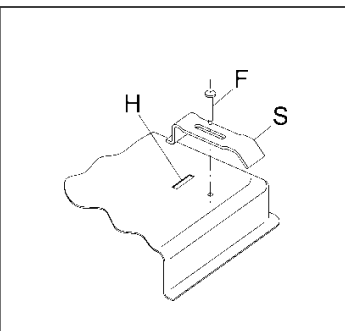

РИС. 10
- Закрепите рабочую поверхность скобами "S", совместив их выпуклую часть с прорезями в нижней части "H" и прикрутив винтами "F" (см. рис. 10).